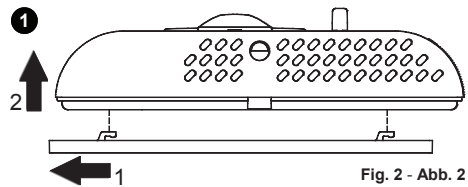

Fig. 2 - Abb. 2
- 1 Desenganchar la plancha pegada a la base del termostato empujándola hacia la izquierda haciendo que los dientecillos plásticos indicados en Fig. 2 se desenganchen.
- 1 Décrocher la plaque fixée sur la base du thermostat en la poussant vers la gauche et en décrochant ainsi les ergots indiqués sur la Fig. 2.